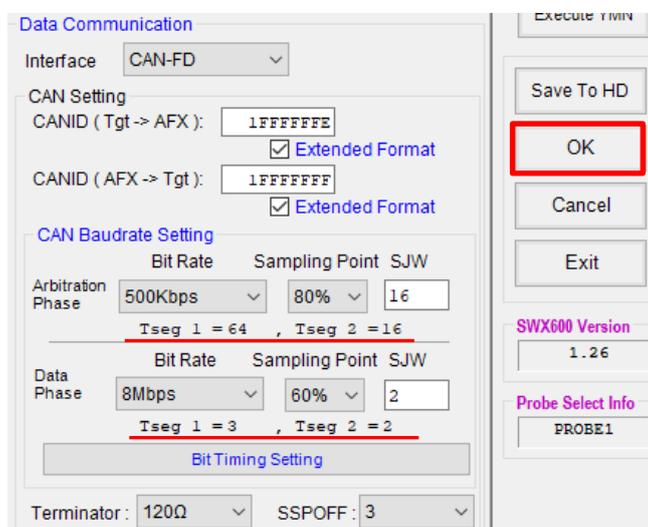

図 2
3. OK ボタン (図2 赤枠) を押すと、AFX への設定が反映されます。
デフォルトの設定値リストに該当しない場合には、” Bit Rate” ”Sampling Point”は、非選択の状態での表示となりますが、設定した値は、テキスト表示 (図2 赤下線) から確認できます。